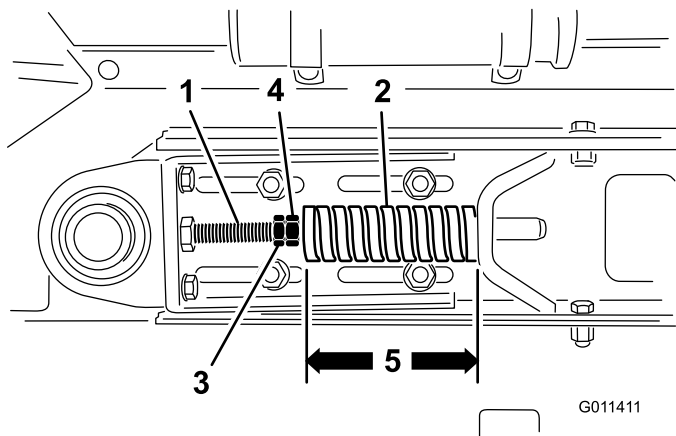

Figure 26
1. Desserrez les écrous de blocage et ajustez les écrous de la tige de tension (Figure 26) afin d'obtenir la tension voulue.